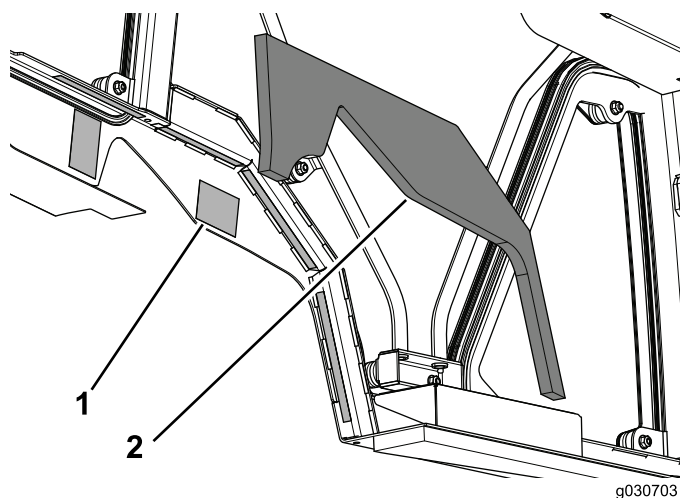

図 13
3. キャブユニットの左右両側の両面テープについている裏紙をはがす 図 13。
4. キャブユニットに左タンク用ウレタンを取り付ける 図 13。